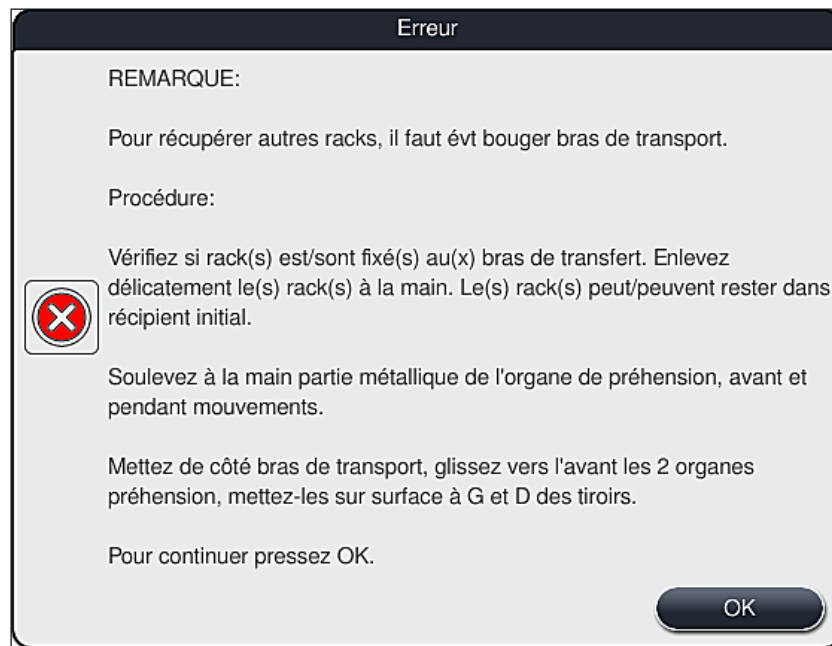

Fig. 111
3. Après avoir appuyé sur la touche **OK** (→ "Fig. 110"), s'affiche un autre message d'information (→ "Fig. 111") qui apporte à l'utilisateur des instructions concernant la procédure correcte à adopter pour retirer les supports de lames correspondants.